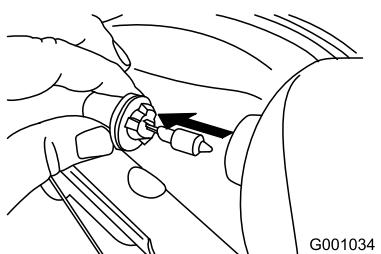

Figure 62
- Sortez directement l'ampoule de l'arrière du phare (Figure 62).